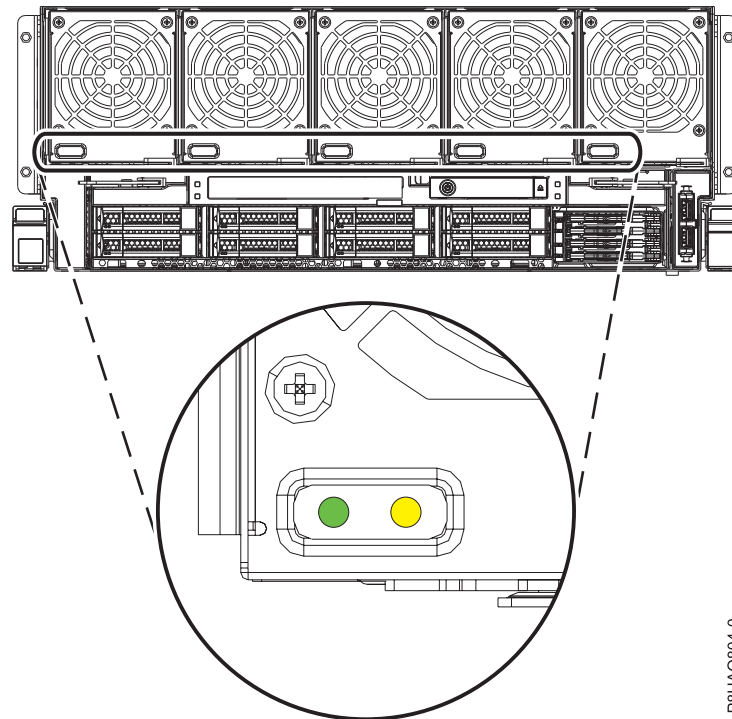

Abbildung 1. Lüfter-LEDs im System vom Typ 8408-44E oder 8408-E8E
- Jeder dieser fünf Lüfter hat eine grüne LED und eine gelbe LED (siehe Abb. 1 auf Seite 3). Die grüne LED leuchtet bei allen fünf Lüftern permanent, bei dem fehlerhaften Lüfter leuchtet jedoch die gelbe Fehler-LED.